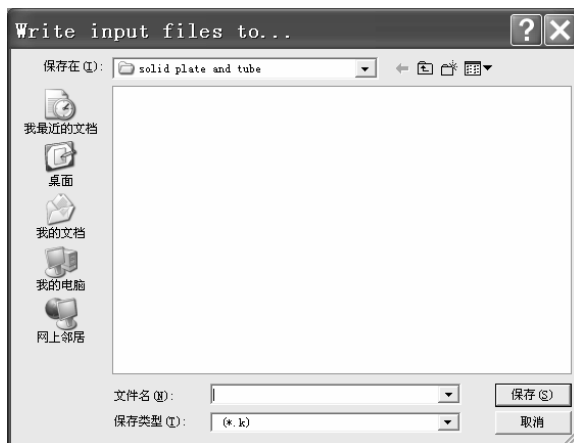

图 5-52 “Write input files to...” 窗口
(2) 在 “Input files to be Written for LS-DYNA” 窗口中 “Write results files for...” 后的方框中选择 “LS-DYNA” (单击该方框后的倒立三角形来选择)。再单击 “Write input files to...” 后的 “Browse...” 按钮, 弹出 “Write input files to...” 窗口 (见图 5-52)。